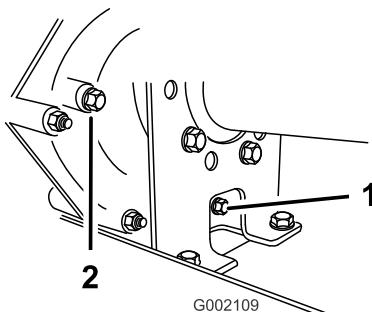
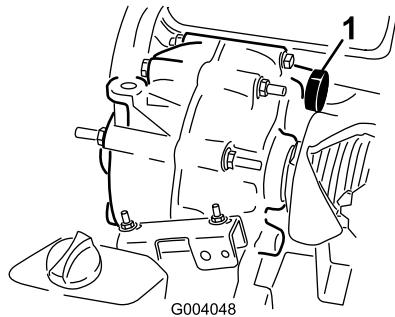

Bild 59
Bild 60
2. Reinigen Sie den Bereich um die Füll- und Ablassschraube mit einem Lappen (Bild 59).
4. Drehen Sie die Füllschraube nach links, um sie zu entfernen (Bild 59).
5. Drehen Sie die Ablassschraube nach links, um sie zu entfernen (Bild 59).
6. Setzen Sie die Ablassschraube und Dichtung in das Ablassschraubenloch am Getriebe ein und ziehen sie an (Bild 59).
7. Füllen Sie den Behälter (Bild 60) über die Einfüllöffnung mit ca. 1,4 l Öl der angegebenen Ölsorte oder bis der Ölstand im Getriebe die Unterseite des Gewindes erreicht. (Bild 59).
8. Setzen Sie die Füllschraube und Dichtung in das Füllschraubenloch am Getriebe ein und ziehen sie an (Bild 59).
10. Prüfen Sie den Ölstand und füllen mehr Öl ein, wenn der Ölstand unter dem Gewinde im Füllschraubenloch liegt (Bild 59).